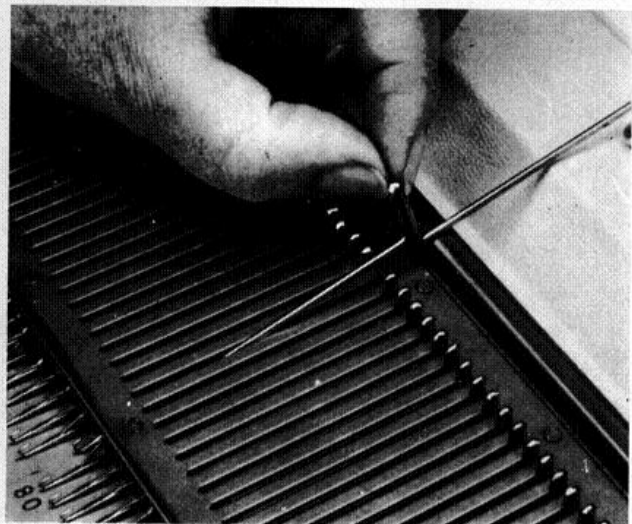

Fig. 77
- 4) Insérer la nouvelle aiguille dans la fente en commençant par le crochet (fig. 77).